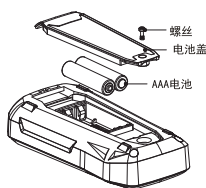
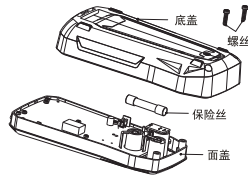

图4a
图4b
十. 保养和维护（见图4a）
3. 电池更换或保险管更换（见图4a和图4b）